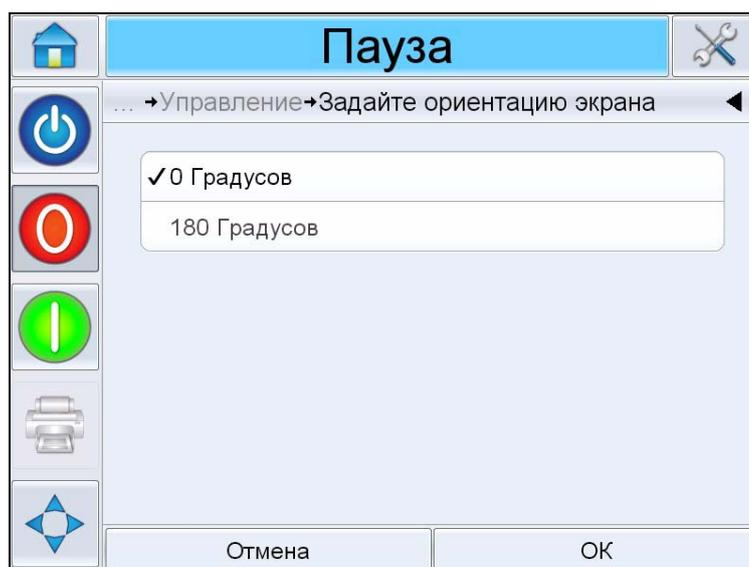

Рис. 5-9: Задать ориентацию экрана
- 2 Выберите из списка опцию *Задать ориентацию экрана*. Появится страница *Задать ориентацию экрана* (Рис. 5-9).